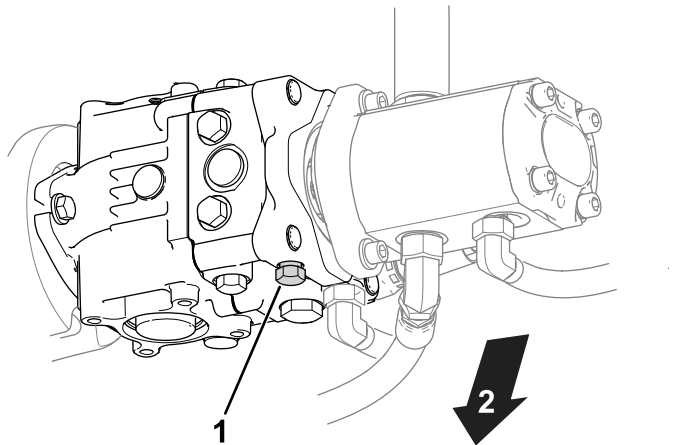

Figura 33
1. Localice la válvula de desvío en la bomba (Figura 33).